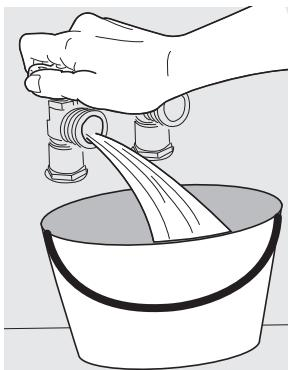

Fig. 1
- Faites couler l'eau des robinets d'eau chaude et froide pour rincer les conduites d'eau et éliminer les particules susceptibles d'obstruer les crépines du robinet d'eau, et pour déterminer quels sont les robinets d'eau chaude et d'eau froide. (Fig. 1).